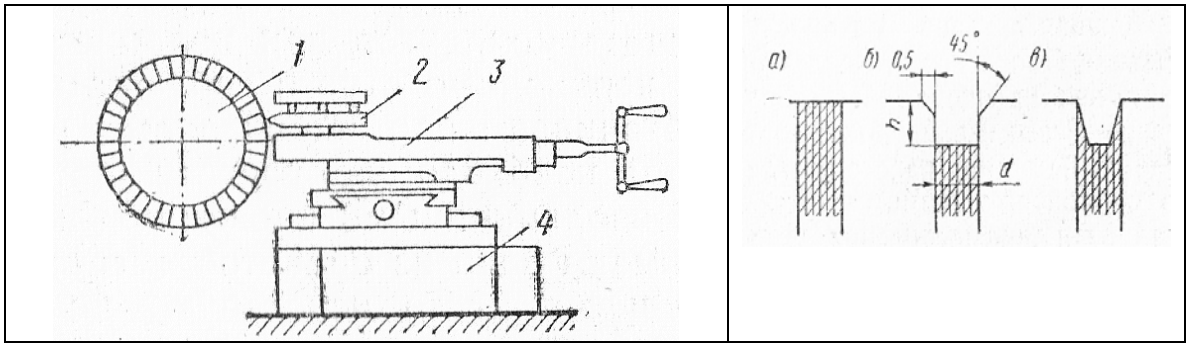

Рис. 3
3. Для машин постоянного тока назвать возможные дефекты коллектора и объяснить последовательность технологии ремонта коллектора, используя предложенные схемы (рис.3) рассказать особенности ремонта коллектора